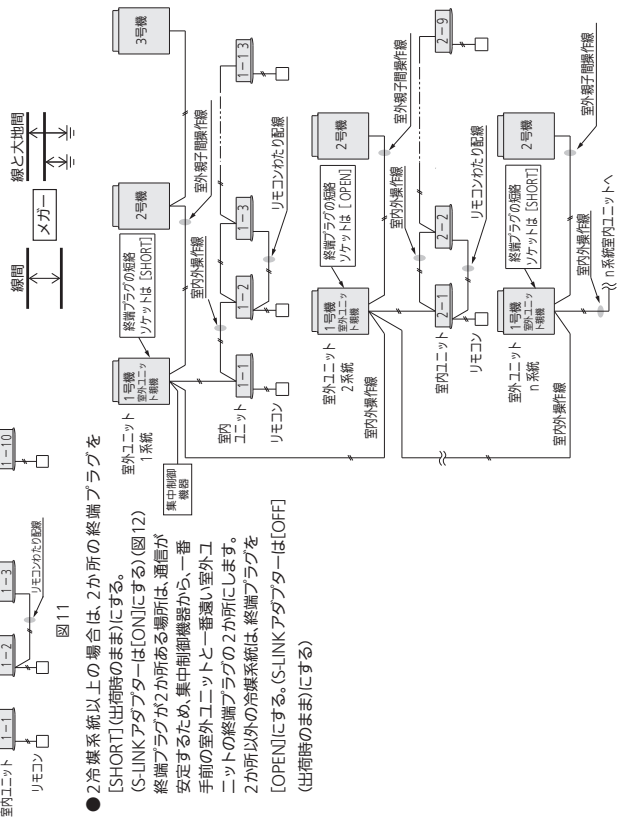

図 12
- 室外ユニット1系統 (S-LINKアダプターは[ON]にする)(図 12)